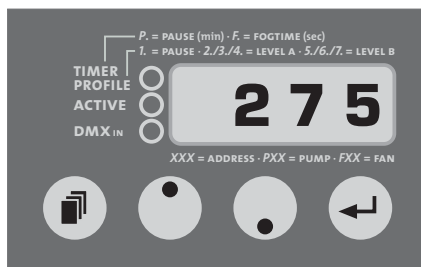

Abb. 3: Einstellen der DMX-Startadresse
- a) Drücken Sie die Mode-Taste [14] auf dem Bedienfeld, bis im Leuchtziffern-display [17] drei Zahlen erscheinen (siehe Abb. 3).